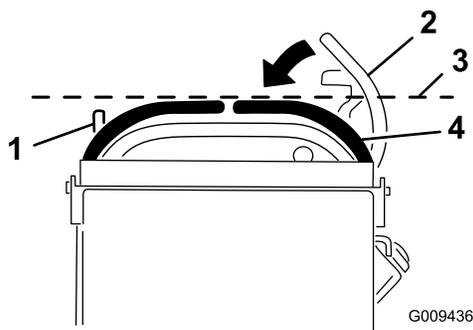

Figura 82
3. Empurre para baixo as alavancas de controlo do movimento, para fora da posição de BLOQUEIO EM PONTO MORTO (Figura 82).
4. Verifique se a alavanca de controlo de movimento do lado direito alinha horizontalmente com a alavanca de controlo de movimento do lado esquerdo (Figura 82).